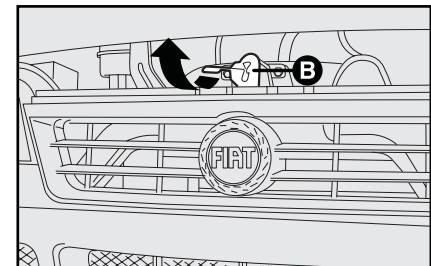

Abb. I34
- Motorhaube vorn durch Hochdrücken des Hebels **B**, **Abb. I34** anheben.